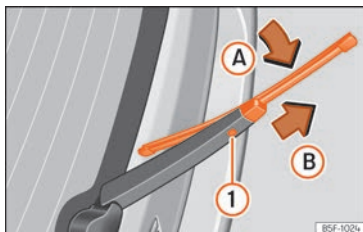

Fig. 86 Sostituzione della spazzola del lunotto posteriore.
- Ruotare leggermente la spazzola » **fig. 86** [freccia **A**].